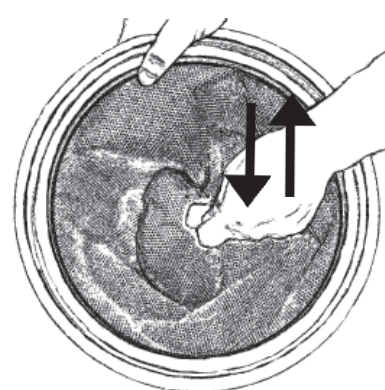

Fig. 22
1. Sustituir el filtro de bolsa limpiado/sacudido del recipiente, Fig. 22. Asegurarse de que el soporte del filtro encaja en el borde interior del recipiente de polvo. Controlar que el filtro está montado correctamente; el mango de tela ha de ser visible.